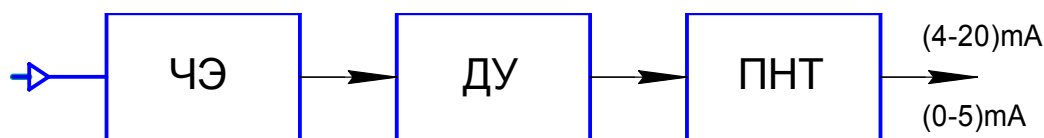

Рис.1 Структурная схема датчика
5.1. Структурная схема датчика (рис. 1) включает в себя: